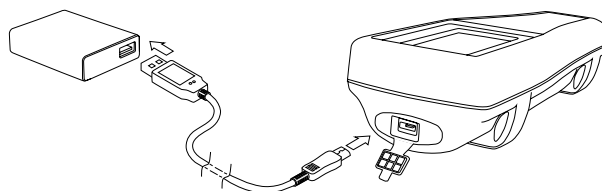

Figura 1 Conectar el dispositivo portátil a la fuente de corriente alterna (AC)
Enchufe el conector USB en el adaptador de la fuente de corriente alterna (AC), en el conector USB del ordenador o en la batería externa. Luego, conecte el conector micro USB en el dispositivo portátil (Figura 1).